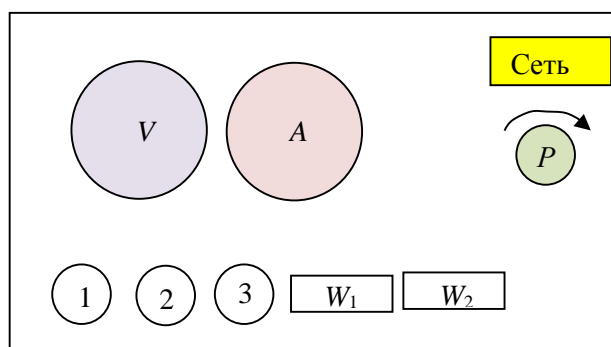

Рис.4
2. Подключить прибор к электрической сети. Для этого регулятор тока P_1 (см. рис. 4) повернуть до отказа против часовой стрелки, нажать клавишу W_1 . Установить ток в пределах 150 А ÷ 200 А.